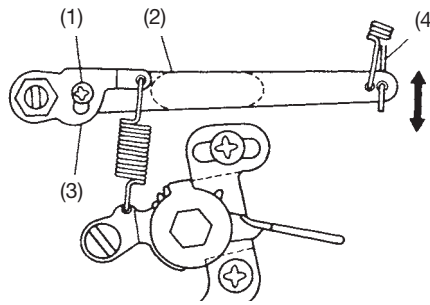

Fig. 12B
- 1) Con el motor parado, aflojar primeramente el tornillo A (1). Extraer la palanca exterior del regulador (2) y empujar la palanca del resorte del regulador (3), al mismo tiempo se reajustará el tornillo A. (Fig. 12B)